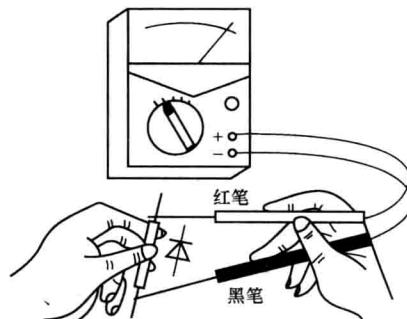
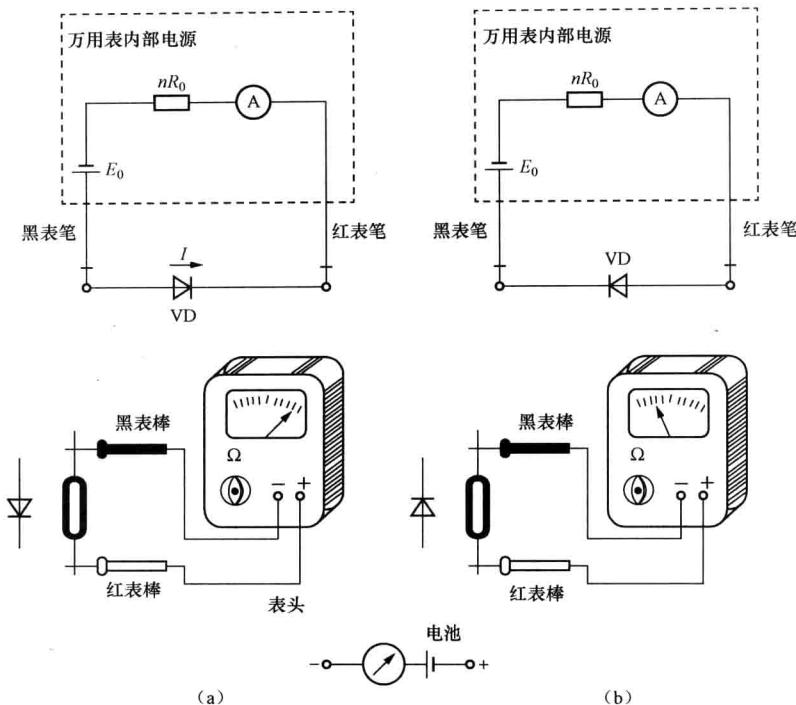

图 1-1-3 二极管测试搭接图
图 1-1-4 二极管测试图
(3) 实操。取一只二极管，把万用表置于 $R \times 1k\Omega$ 或 $R \times 100\Omega$ 挡，将两表笔分别与二极管两端搭接，如图 1-1-3、图 1-1-4 所示，按照上述方法和任务描述中要求进行各种二极管、稳压管的极性、好坏测试。